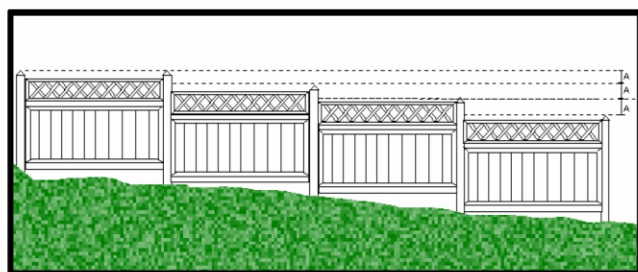

Rys.25
- przy małej różnicy poziomów (do 15 cm) można wykonać ogrodzenie w poziomie lub ustalić tylko jeden uskok w połowie długości (wielkość uskoku jest równa połowie różnicy poziomów – A) Rys. 25 i 26